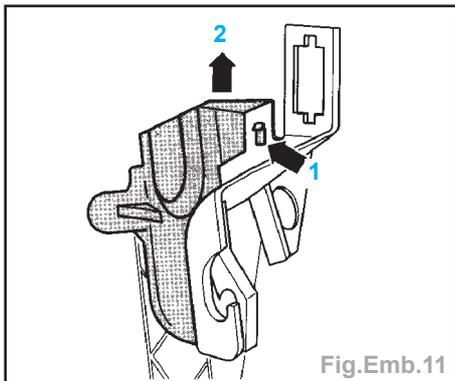

Fig.Emb.11
- Séparer la protection du support de pédales (flèches 1 et 2) (Fig.Emb.11).
- Séparer la protection du support de pédales (flèches 1 et 2) (Fig. Emb.11).
- Placer la protection du support de pédales (flèches 1 et 2) (Fig. Emb.11).